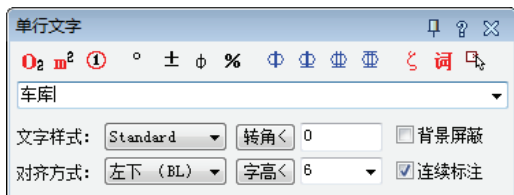

图 14-33 “单行文字”对话框
1) 添加文字标注。调用“单行文字”命令，在弹出的“单行文字”对话框中设置参数，如图 14-33 所示。